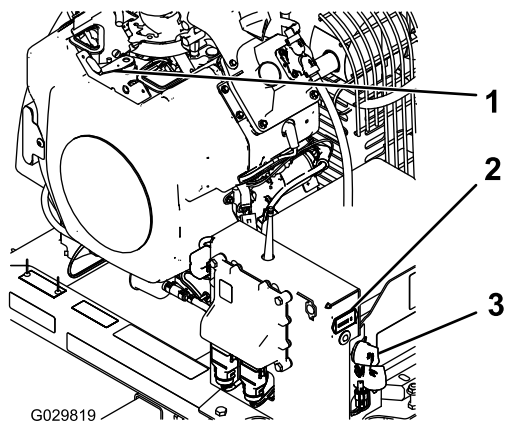

Figure 15
3. Tournez la clé de contact à la position de DÉMARRAGE (Figure 15).
3. Si vous quittez la machine, tournez la clé en position ARRÊT avant de l'enlever (Figure 15).